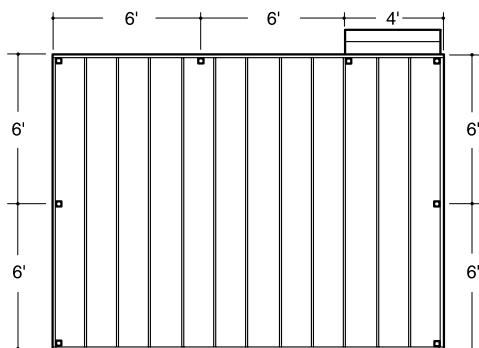

fig. 2
Step 1 Determine the number of railing posts needed for your deck. Post spacing is either 6' on-center or 8' on-center depending on the rail length chosen. Example: A 12' x 16' deck attached to a building with a 4' access opening on one side will require a total of eight posts (fig. 2).
selon la longueur de traverse choisie. Exemple : Un patio de 3,7 x 4,9 m (12 x 16 pi) fixé à un bâtiment comportant une ouverture d'accès de 1,2 m (4 pi) d'un côté, exigera huit poteaux en tout (fig. 2).